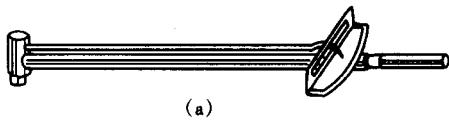

图 1-7 扭力扳手
(5) 扭力扳手：配合套筒扳手套筒头，供紧固六角头螺栓、螺母用，在扭紧时可以表示出扭矩数值，凡是对扭矩有明确规定的情况，都要使用这种扳手。扭力扳手有普通式（表盘式）和预调式（AC 型）两种，如图 1-7 所示。预调式扭力扳手可事先设定（预调）扭矩值，操作时，如施加扭矩超过设定值，扳手即产生打滑现象，以保证螺栓、螺母上承受的扭矩不超过设定值。扭力扳手的规格性能见表 1-2。